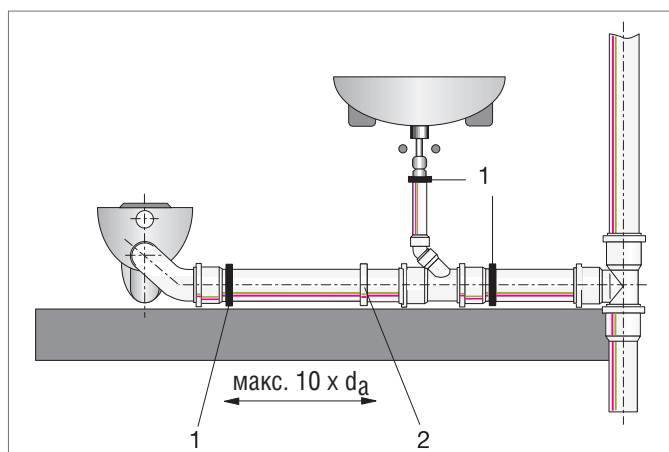

Рис. 7-5 Схема монтажа горизонтального трубопровода
Схема рационального крепления горизонтального трубопровода из шумопоглощающих труб RAUPIANO PLUS представлена на рисунке (см. рис. 7-5).
- расстояние между неподвижной опорой и скользящим хомутом не должно превышать десятикратного диаметра трубы d_a (см. рис. 7-5): Расстояние $< 10 \times d_a$.